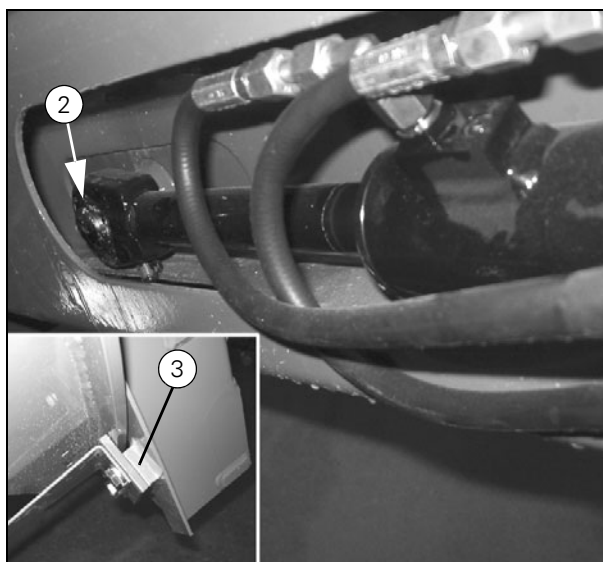

Рисунок 41
- При установке направляющей (3) (Рис. 41) используйте регулировочные прокладки. Соединительное устройство должно свободно вращаться, но без излишнего люфта.